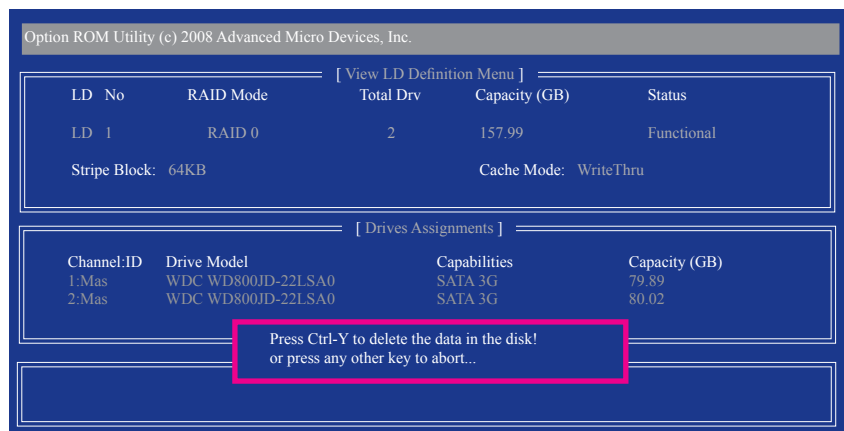

図 9
2. View LD Definition Menu が表示され（図 9 を参照）、このアレイに割り当てられたドライブを示します。中断するアレイまたは保管キーを削除する場合、<Ctrl>+<Y>を押します。